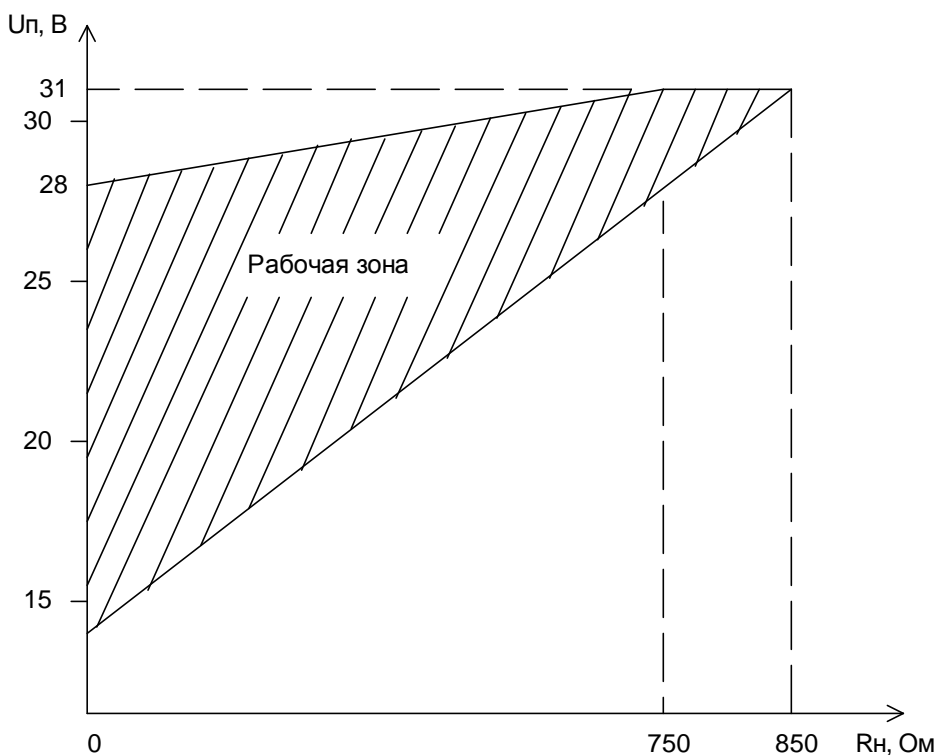

Рисунок 1
1.2.4 Электрическое питание ИП осуществляется от источника питания постоянного тока напряжением от 14 до 31 В, при этом пределы допустимого напряжения питания зависят от нагрузочного сопротивления (сопротивление нагрузки и линии связи) и должны соответствовать границам рабочей зоны (рисунок 1). Пульсация (двойная амплитуда) выходного напряжения источника питания не должна превышать 0,5 % от номинального значения выходного напряжения, при частоте гармонических составляющих, не превышающей 500 Гц.